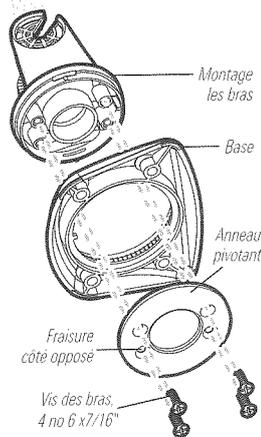

Figure 5
3. Fixez les bras de montage à l'aide des 4 vis n° 6 fournies (figure 5). **Serrez la vis à la main seulement !**